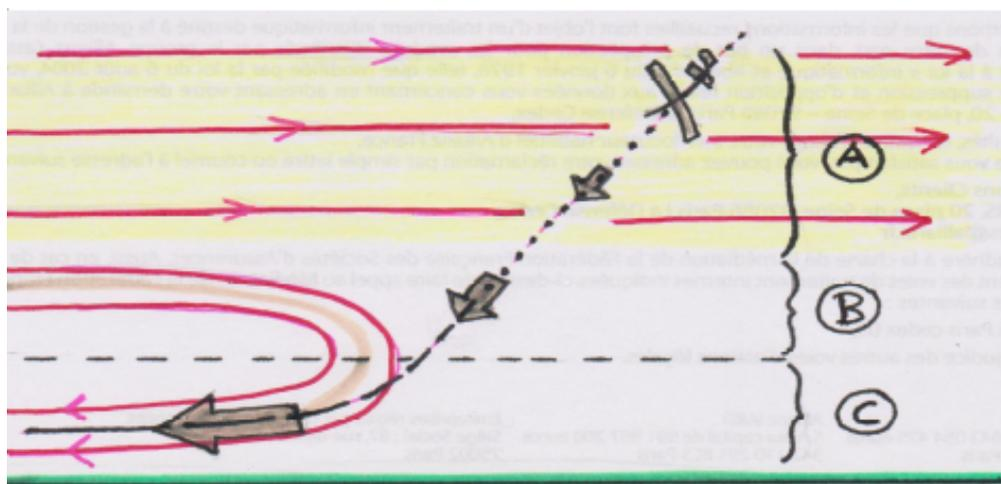

fig.10
- **Poser face à la brise en traversant le rouleau n'est pas la meilleure solution :** (fig10) le planeur est d'abord freiné (A), puis entre dans la turbulence du rouleau, traverse une couche neutre où il accélère (B) pour être ensuite poussé (C). Il faut avoir la « VOA » (vitesse optimale d'approche), faire un pallier court au ras du sol, rentrer les crocos au dernier moment et souvent plaquer le planeur au sol... sur ce dessin le pallier est trop haut et le planeur risque d'effacer la